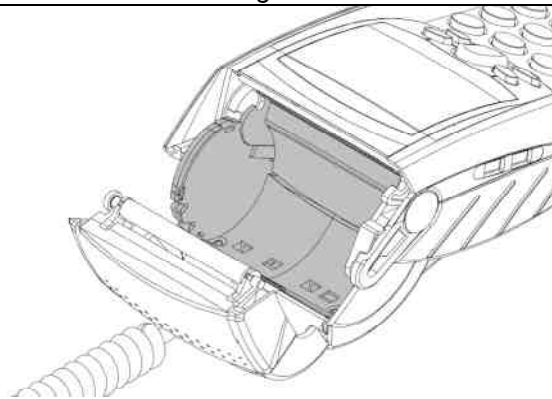

fig.1b
- Accompagner le basculement du capot vers l'arrière de l'appareil. (figure 1b)